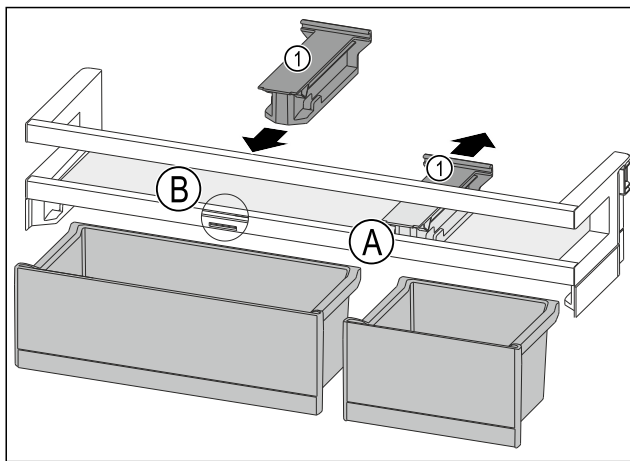

Fig. 156
- Pridržni dio Fig. 156 (1) u položaju Fig. 156 (A) skinite prema natrag.
- Pridržni dio Fig. 156 (1) umetnite u položaj Fig. 156 (B).